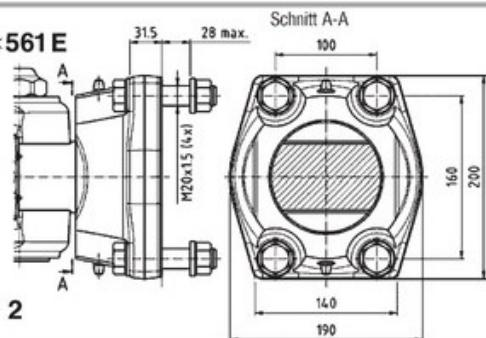

Abb. 2
- für RO★561E wird eine verstärkte Traverse mit einem Lochbild G6 160x100 (siehe Abb. 2) mit 4xØ21 Bohrungen benötigt